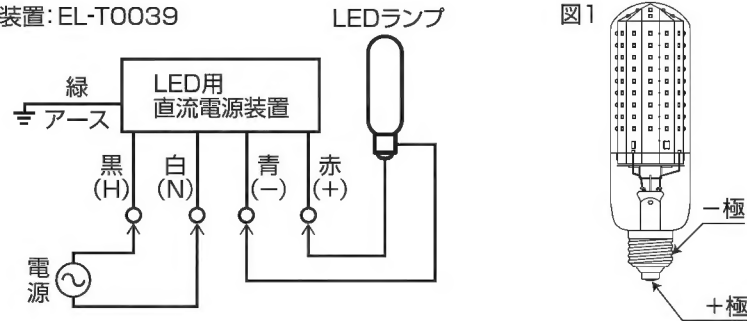

図1
- ご使用の際は、ランプおよびLED用直流電源装置の極性(+・-)を合わせて配線してください。(図1参照) ランプは極性フリーの仕様となっておりますが、安全使用の確保および安全維持のため照明器具および配線を点検し、口金の中心部分を電源の+極(赤)に接続することをおすすめします。
- (1) 電気設備の技術基準省令第7条に従い、器具口出し線を圧着端子・スリーブ等を用いて確実に接続してください。
- (2) 電気設備の技術基準省令第7条に従い、アース線(緑)を圧着端子・スリーブ等を用いて確実に接続しD種(第3種)接地工事を確実に行ってください。
- (3) 接続部は自己融着絶縁テープ等で防水性のある絶縁被覆処理を確実に施してください。絶縁被覆処理は導体部だけでなく、シース(外被)部にも施してください。